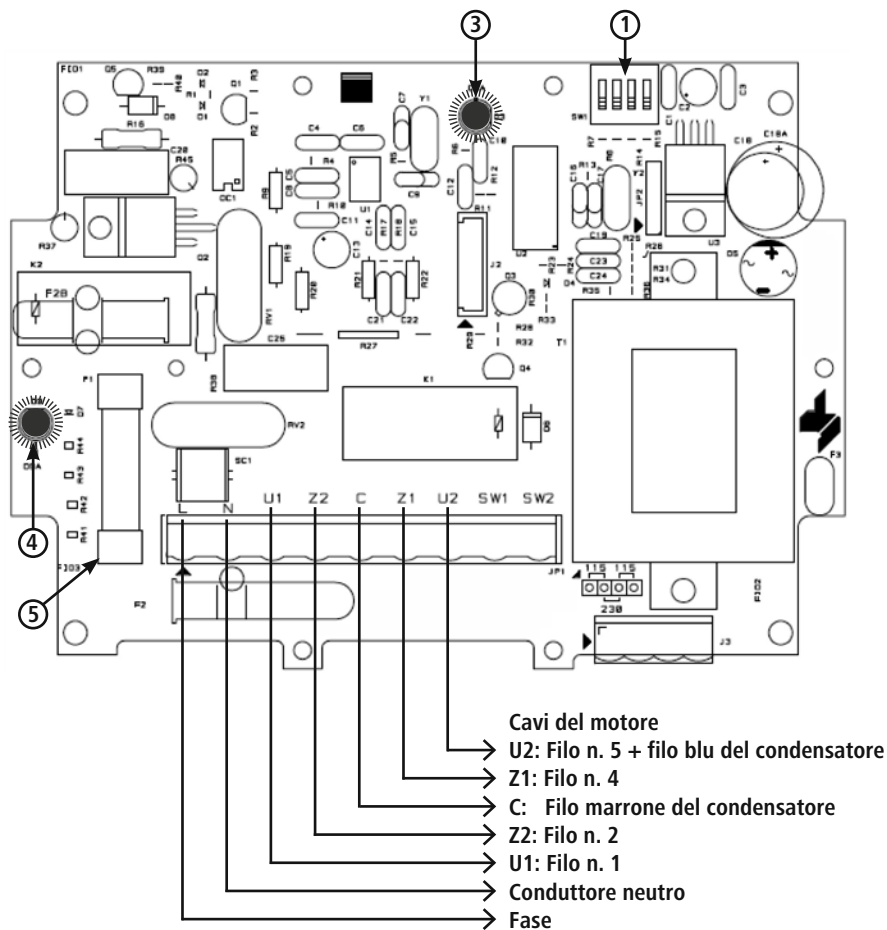

Figura 7: Schema del circuito di controllo principale
Il valore soglia della resistenza (= resistenza di disinserimento) può essere impostato con il dip switch nero (pos. 1 figura 7) sulla scheda del circuito di controllo. Per modificare l'impostazione rivolgersi sempre a un elettricista specializzato in grado di garantire l'apertura sicura dell'unità di comando.